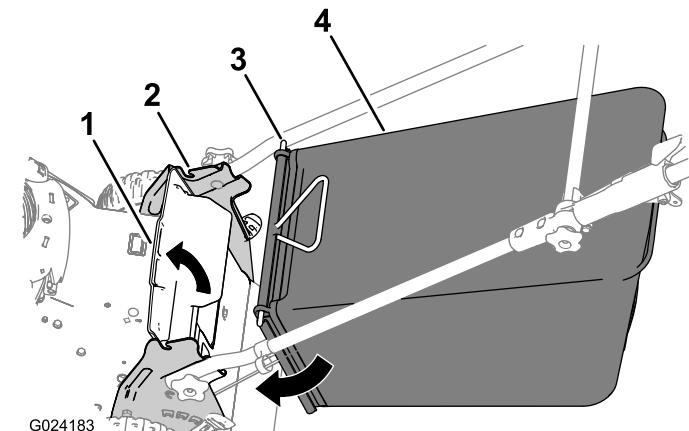

Bild 14
- Heben Sie das hintere Ablenkblech an (Bild 14).
- Kerbe in der Holmhalterung (2)
- Stangenende (2)
- Setzen Sie die Stangenenden des Fangkorbs in die Kerben an den Holmhalterungen (Bild 14).